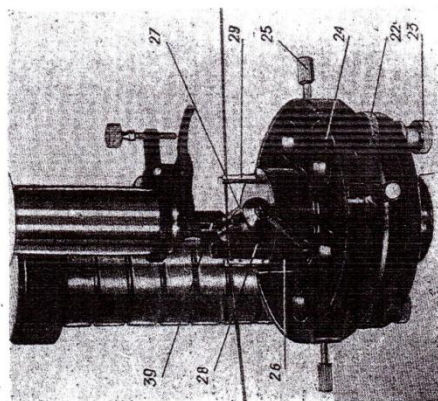

Рис. 7
Приспособление для измерения проволоки устанавливается на столик оптиметра таким образом, чтобы риска на диске 24 (рис. 7) совпала с риской в нижней части столика. На штифте трубки закрепляют ножевидный наконечник 39 диаметром 8 мм так, чтобы нож был направлен вдоль образующей валика 27. Действуя регулировочными винтами диска, устанавливают валик таким образом, чтобы нож наконечника касался его образующей по диаметру и по шкале наблюдался наибольший отсчет.
**Приспособление для измерения проволоки ИП-1.** Приспособление (рис. 7) состоит из пластмассового диска 24, который устанавливается на предметный столик и выверяется регулировочными винтами 25 относительно оси трубки оптиметра, и опоры 26, которая помещается в отверстие пластмассового диска.